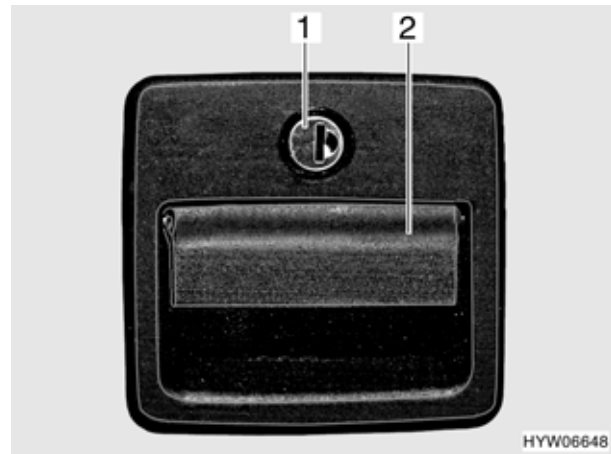

Bild 52 Klappenschloss (Variante 2)
- Schlüssel in Schließzylinder (Bild 52,1) stecken und im Uhrzeigersinn drehen, bis das Klappenschloss entriegelt ist.
- Am Schlossgriff (Bild 52,2) ziehen. Die Außenklappe ist geöffnet.
- Schlüssel in Schließzylinder (Bild 52,1) stecken und entgegen dem Uhrzeigersinn drehen. Das Klappenschloss ist verschlossen.